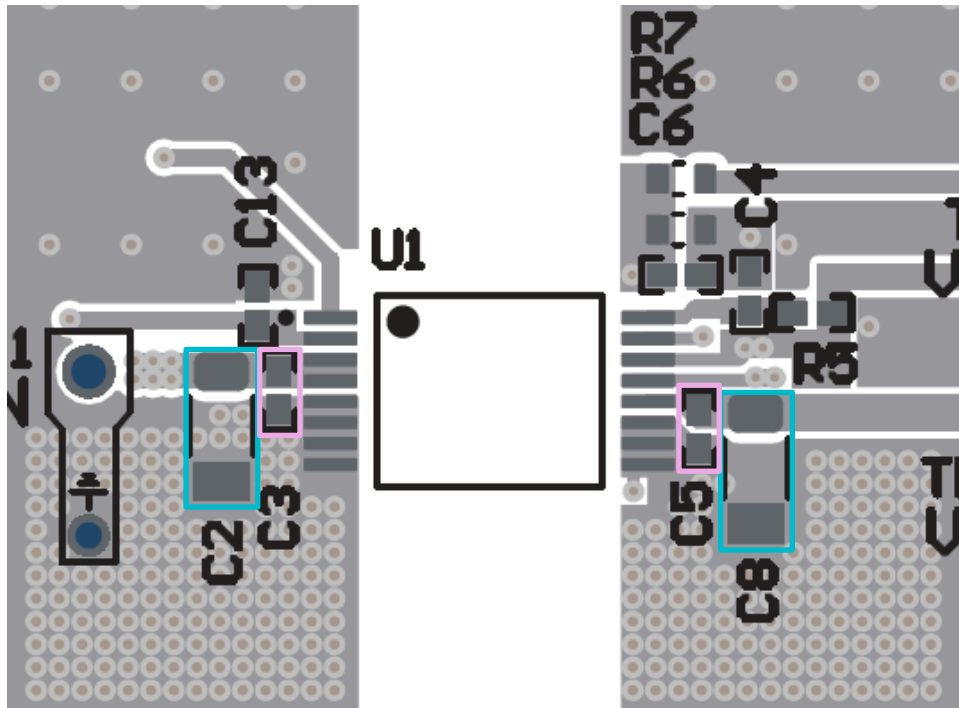

図 8-5. VIN (C2、C3) と VDD (C5、C8) コンデンサ
- 図 8-5 に示すように、バルク VIN コンデンサ (C2) は可能な限り近く、0.1 μ F 高周波バイパス コンデンサ (C3) と平行に、PCB 上で IC と同じ側に配置します。
- パワー グッド ピン デカップリング コンデンサ: デカップリング コンデンサは、ピン 2 (パワー グッド ピン) の近くに、PCB の UCC34141-Q1 と同じ側に配置する必要があります。図 8-5 に示す C13 の配置を参照してください。
- 図 8-5 に示すように、バルク VDD-COM コンデンサ (C8) は可能な限り近く、0.1 μ F 高周波バイパス コンデンサ (C5) と平行に、PCB 上で IC と同じ側に配置します。